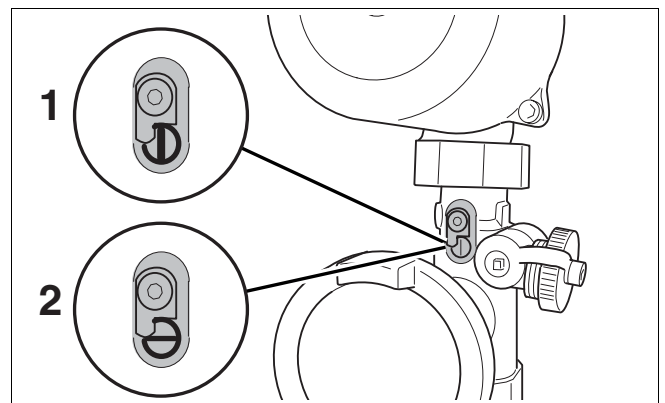

Fig. 100 Supapa de sens
- Deschideți supapa de sens a grupului de racord cu o rotație de $\frac{1}{4}$ de tura (Fig. 100, Poz. 1).
- Închideți din nou supapa de sens după ce instalația de încălzire este complet golită (Fig. 100, Poz. 2).